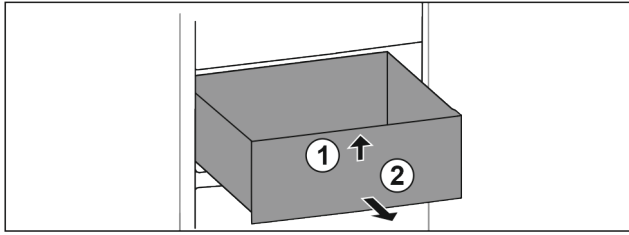

Fig. 62
- ▶ Повдигнете чекмеджето отпред. Fig. 62 (1)
- ▶ Извадете чекмеджето напред. Fig. 62 (2)